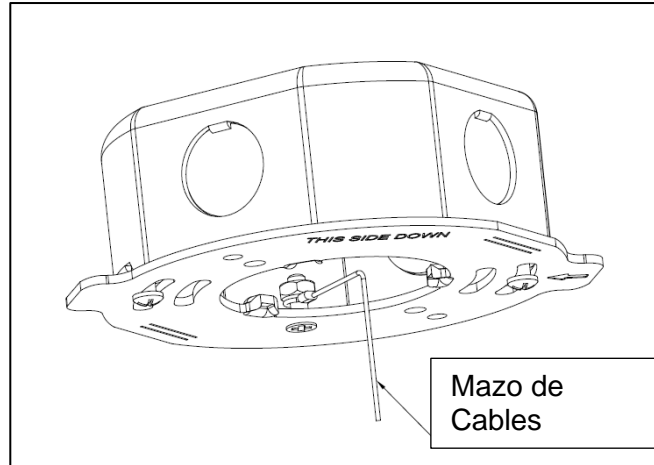

Figura 5
- Después de fijar la placa de montaje a la caja de conexiones, conecte el extremo del ojal del cable de seguridad en la ubicación del tornillo de 12 mm proporcionada, luego pase el ojal de la correa a través del extremo superior del tornillo de 12 mm y asegure el ojal con la tuerca suministrada apretando colóquelo encima del ojal que se muestra en la *Figura 5*.